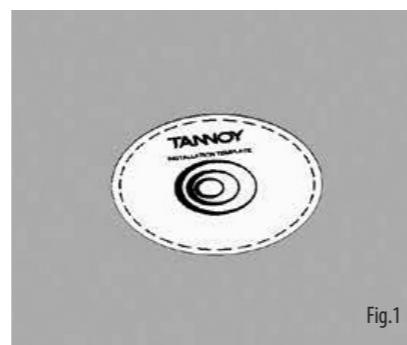

Fig.1
1. 通过在提供的模板周围进行跟踪来标记天花板上的切口区域。(图 1)